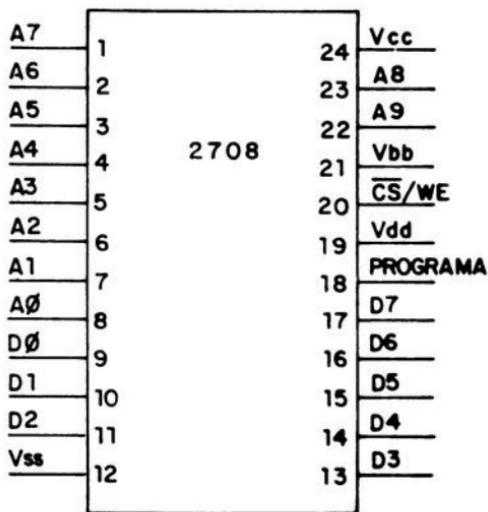

figura 4-2 - ROM 2708
A ROM 2708 de 1 Kbyte (figura 4-2) tem 24 pinos, sendo 10 deles para endereçamento (A0-A9) e 8 para dados (D0-D7). Em operação ela precisa de + 5 Volts em Vcc (pino 24), 0 Volts em Vss (pino 24), 0 Volts em Vss (pino 12, aterrado) e - 5 Volts em VBB (pino 21). Quando ocorre um sinal nível baixo (0) em CS/WE ("chip select/write enable", seleção de chip/habilitação de escrita) aparecem nos pinos de dados os níveis lógicos correspondentes ao endereço que está sendo aplicado. Observe que temos lógica negativa para CS.